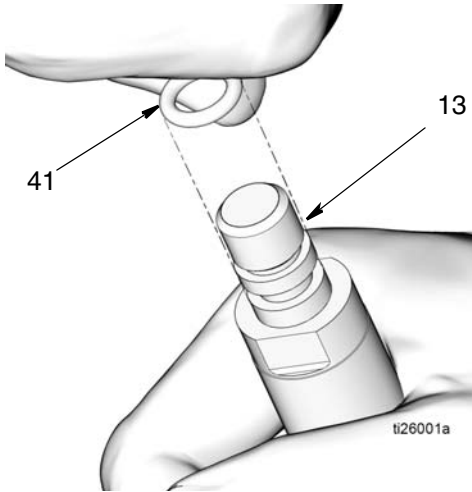

图 20
- c. 从活塞杆 (13) 拆下 O 形圈 (41) (图 20)。